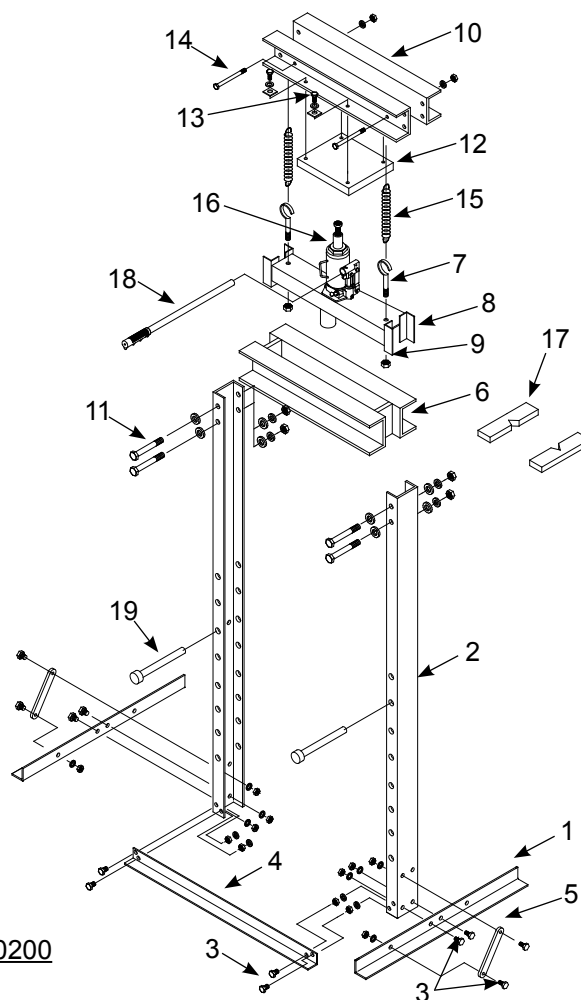

Figure 4 - Illustration d'assemblage du modèle 60200
**Modèle 60200 :** (voir figure 4).
1. Fixez les pattes de la base (1) aux profilés en C debout (2) avec des boulons, des rondelles de blocage et des écrous (3). Serrez-les seulement à la main.
2. Fixez la traverse inférieure (4) aux profilés en C debout (2) avec des boulons, des rondelles de blocage et des écrous (3).
3. Fixez les tiges de support (5) aux pattes de la base (1) et aux profilés en C (2) avec des boulons, des rondelles de blocage et des écrous (3).
4. Glissez le cadre du banc (6) le plus possible vers le bas entre les profilés en C (2).
5. Fixez les crochets filetés (7) au support du cric (8) avec des écrous (9). Ne serrez pas les écrous afin de faciliter la fixation des ressorts plus tard.
6. Glissez le support du cric (8) vers le bas entre les profilés (2) jusqu'à ce qu'il soit sur le cadre du banc (6).
7. Fixez les traverses supérieures (10) aux profilés en C debout (2) avec des boulons, des rondelles plates, des rondelles de blocage et des écrous (11).
8. Fixez la plaque supérieure (12) aux traverses supérieures (10) à l'aide de boulons, de rondelles de blocage et de rondelles à section carrée (13).
9. Faites passer deux boulons dans les deux traverses supérieures (10) et fixez-les en utilisant deux rondelles de blocage et deux écrous (14). Fixez ensuite une extrémité des ressorts (15) aux boulons (14) et l'autre extrémité aux crochets filetés (7) du support du cric.